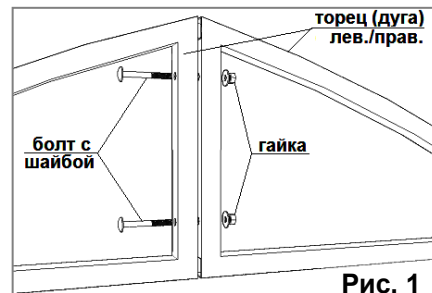
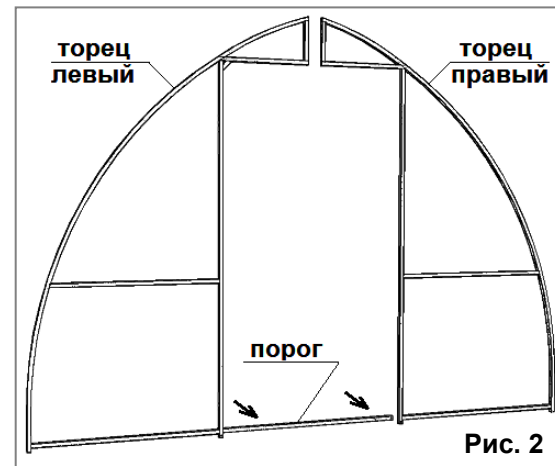

Рис. 1
Рис. 2
5.3.3. Соберите дугу аналогично соединению торцов (см. рис. 1) с помощью болтов с шайбой и гаек.
Два торца необходимо соединить между собой с помощью двух болтов М6х50 с шайбами. Снизу необходимо прикрутить порог с помощью двух болтов с шайбами и гаек (рис. 1). Схема сборки торца показана на рис. 2.